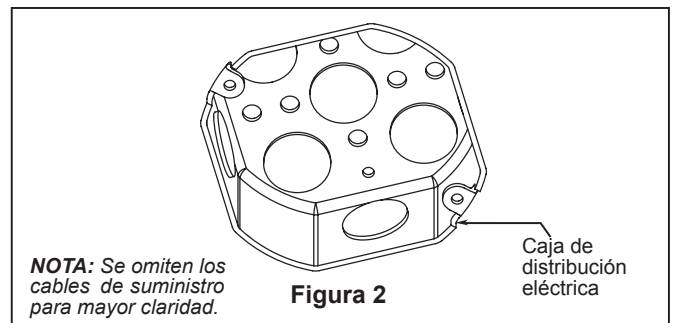

Figura 2
Uso de perfil profundo (Figura 2)
Es fundamental que la caja de distribución eléctrica y los tornillos estén bien asegurados a la estructura armada y que sean capaces de soportar una carga de, al menos, 15,9 kg (35 lb). Si los tornillos no están correctamente colocados, el ventilador podría caerse. (Figura 2)
1. Ajuste bien la caja de conexiones del techo apta para soporte de ventilador en la estructura armada. Caja de conexión no se suministra con el ventilador. (Figura 2)
2. Configure el interruptor de la luz y la manilla del control instalado en la pared en la posición desactivado (0).
3. Realice las conexiones de los cables y fíjelo con las tuercas de los cables suministrados. (Figura 2)
2. Presione hacia arriba el anillo de la cubierta de tornillos para ocultar los tornillos. Así, las pestañas de montaje se coloquen en las ranuras con muescas ubicadas en la cubierta del techo entre los tornillos. (Figura 2)
2. Instale la ensamble de la placa de iluminación en el soporte utilizando las dos ranuras principales de conexión. Vuelva a colocar el tercer tornillo y asegure los tres tronillos. (Figura 2)
2. Funciones de control de pared: (Figura 2)